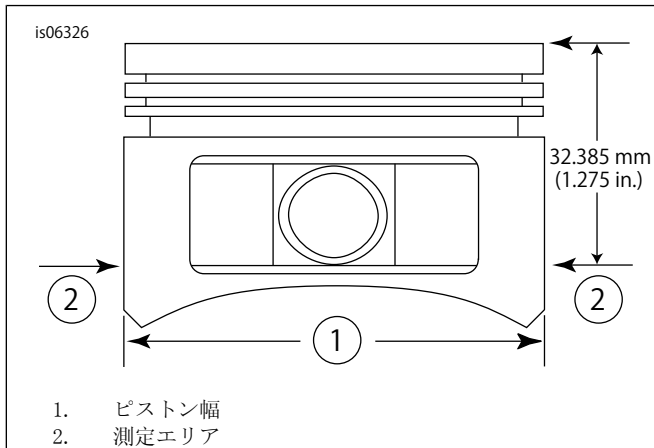

図2. ピストン測定
5. 図2を参照してください。ピストンの幅(1)を測定します。測定する位置は、ピストンのデッキ面(一番上の面)から32.38 mm (1.275 in)下がった位置(2)とします。ピストンピンホールの両側から水平方向に直角に測定してください。この位置のピストン-シリンダーフィットについては表11を参照してください。